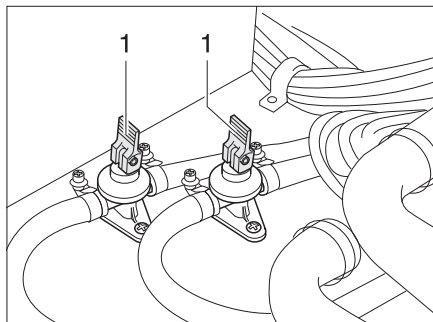

Bild 121 Ablasshähne
- Ablasshähne schließen. Dazu die Kipphebel (Bild 121,1) waagrecht stellen.
- Ablasshähne (Bild 121) öffnen. Dazu die Kipphebel (Bild 121,1) senkrecht stellen. Der Boiler wird über die Ablasshähne nach außen entleert.